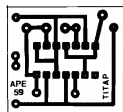

FIG. 3
**- FIG. 3 - LAY OUT DO CIRCUITO IMPRESSO ESPECÍFICO** - A plaquinha tem um desenho de seus áreas cobreadas extremamente simples (graças à reduzida quantidade de componentes...) e a cópia/traçagem das ilhas e pistas (cujo padrão é visto em tamanho natural, na figura...) não deverá oferecer problemas ou dificuldades, mesmo aos menos habilidosos... Depois da corrosão, limpeza, furação e nova limpeza, insistimos na necessidade de se conferir tudo com bastante atenção, confrontando a face cobreada do Impresso com o diagrama, e corrigindo eventuais defeitos, falhas, "curtos", etc. Lembramos, pela "ênfima" vez, que tais eventuais correções são muito fáceis de serem feitas antes dos componentes estarem posicionados e soldados... Já depois disso, torna-se um real problema "remendar" eventuais defeitos verificados na placa (além do que, também encontrar os tais defeitos fica mais difícil...).